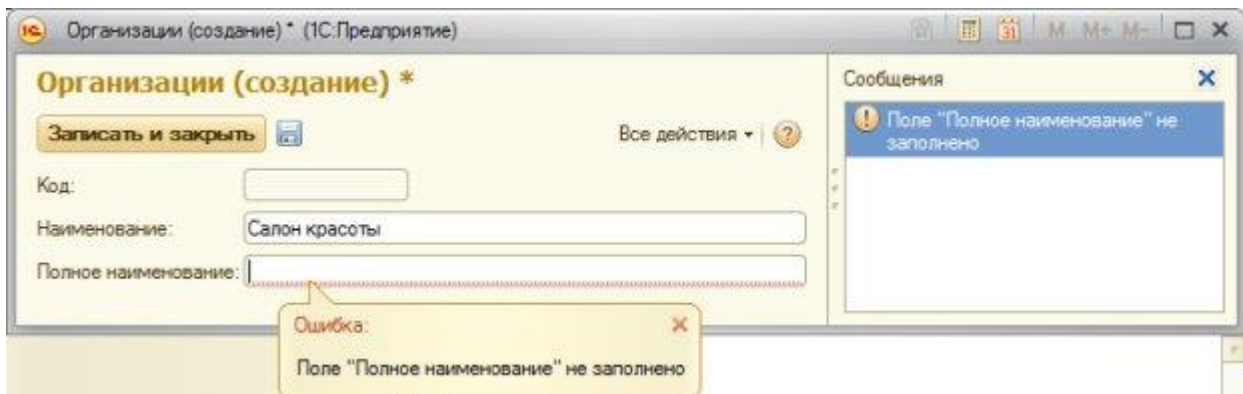

Рисунок 3.4- Сообщение об ошибке при попытке записи элемента справочника
4. Посмотрим на наш справочник в режиме 1С:Предприятие. Создадим новый элемент, дадим ему наименование **Салон красоты**, а полное наименование заполнять не будем, и попытаемся записать элемент, нажав на кнопку **Записать и закрыть**. Элемент не будет записан, мы увидим сообщение об ошибке – в виде сообщения и в виде всплывающей подсказки, **Рисунок 3.4**.